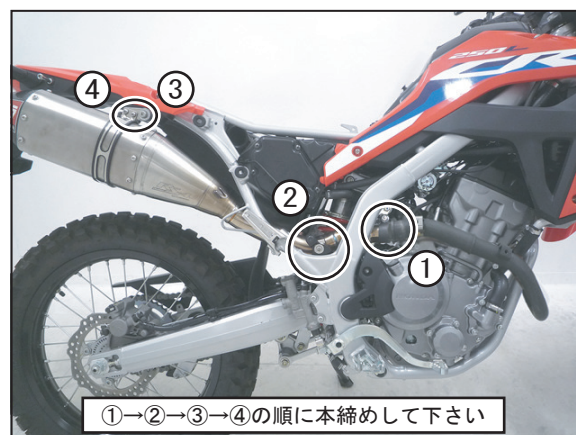

FIG. 12
10. 車両とマフラーとのクリアランスを確認し、仮締めしたボルト・ナットを純正クランプバンド→テールパイプ→サイレンサースター→サイレンサーバンドの順に規定トルクで締め付けて下さい。(FIG. 12参照)